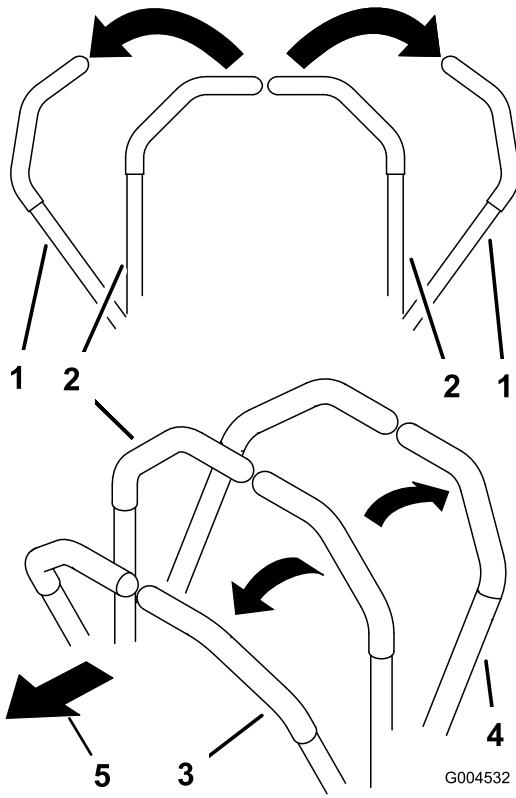

Figura 16
- Para ir hacia adelante, empuje lentamente las palancas de control de movimiento hacia adelante (Figura 16).
Para ir recto, aplique la misma presión a ambas palancas de control de movimiento (Figura 16).
Para girar, deje de empujar la palanca de control de movimiento del lado al que desea girar (Figura 16).